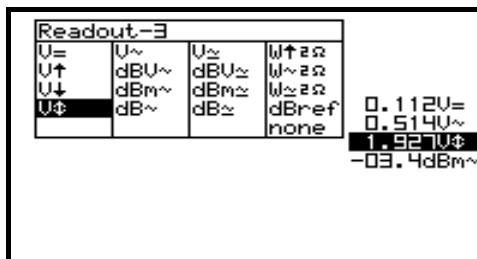

Fig 19
6. Druk op de pijltoetsen voor het kiezen van de uitlezingfunctie van meter3. (fig. 19)